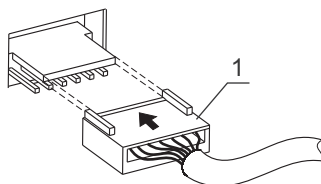
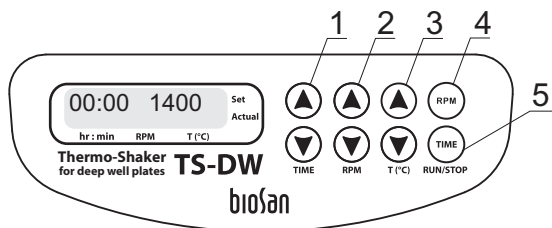
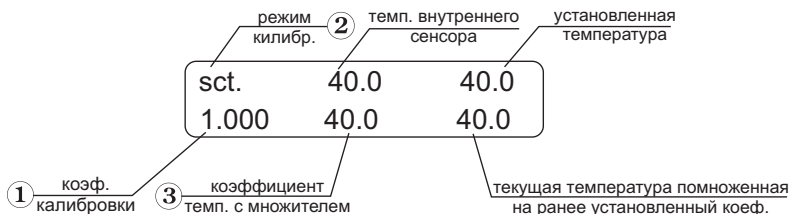

Рис. 1. Подключение термоблока
Рис. 2. Панель управления
Рис. 4 Панель управления в режиме калибровки
- выбрав термоблок, подсоединить штекер к разъему согласно схеме на рис. 1. Убедиться, что разъем установлен плотно, до упора;
Отсоединить прибор от внешнего блока питания. Открутить 4 винта на нижней части термоблока. Снять термоблок, не повредив кабель, и отсоединить разъем (рис. 1/1). Установить термоблок согласно пункту 3.4.
- 4.3. **Установка времени (TIME).** С помощью соответствующих кнопок ▲ и ▼ (рис. 2/1) установить необходимый интервал времени в часах и минутах (шаг – 1 мин.). Если кнопка удерживается нажатой более 3 с, скорость смены значений увеличивается.
- 4.4. **Установка скорости (RPM).** С помощью соответствующих кнопок ▲ и ▼ (рис. 2/2) установить необходимую скорость (шаг – 10 об/мин). Если кнопка удерживается нажатой более 3 с, скорость смены значений увеличивается.
- 4.5. **Установка температуры (Т, °С).** С помощью соответствующих кнопок ▲ и ▼ (рис. 2/3) установите необходимую температуру (шаг – 0.1 °С). Если кнопка удерживается нажатой более 3 с, скорость смены значений увеличивается.
- 4.7. Нажать кнопку **RPM-RUN/STOP** (рис. 4/4). При этом начинается движение платформы, и таймер начнет отсчет установленного интервала времени (с точностью до 1 мин.).
- 4.10. При необходимости можно перезапустить таймер во время работы. Для этого дважды нажать кнопку **TIME-RUN/STOP** (рис. 4/5) (первый раз для остановки таймера, второй – для повторного запуска).
**Внимание!** По истечении заданного интервала времени движение термо-блока прекращается автоматически, но термостатирование можно отключить, только сокращая температуру кнопкой T (°C) ▼ (рис. 2/3, нижняя кнопка) до появления индикации OFF в верхней части дисплея (T, °C – Set).
- 5.2. Для введения калибровочного коэффициента надо активировать калибровочный режим – для этого клавишу **TIME-RUN/STOP** (рис. 1/5) держите нажатой дольше 8 с. На дисплее появится калибровочный коэффициент, как показано на рис. 4/1.
- 5.3. Чтобы восстановить заводские установки, с помощью клавиш **Temp. ▲** и **▼** (рис. 2/3) установите значение 1,000, как показано на рис. 4/1.
- 5.4. Чтобы выйти из калибровочного режима, нажмите клавишу **RPM-RUN/STOP** один раз (рис. 2/4).
- 5.9. Держите клавишу **TIME-RUN/STOP** (рис. 2/5) нажатой более 8 с, чтобы активировать режим калибровки. Дисплей будет показывать параметры, изображенные на рис. 4.
- 5.10. Чтобы установить новое значение температуры, используйте показания коэффициента температуры с множителем (рис. 4/3).
С помощью клавиш **Temp. ▲** и **▼** (рис. 2/3) измените коэффициент калибровки (рис. 5A/1) так, чтобы новое значение температуры (рис. 5A/2) соответствовало температуре независимого сенсора. В нашем примере коэффициент калибровки будет равен 0,974 (в диапазоне: от 0,936 до 1,063; с шагом 0,001).
- 5.11. После калибровки нажмите клавишу **RPM-RUN/STOP** (рис. 2/4) один раз, чтобы сохранить изменения и выйти из калибровочного режима.
- 5.12. Дисплей покажет калиброванную температуру, как это показано на рис. 4В/3, и прибор продолжит термическую стабилизацию согласно ранее установленной температуре.